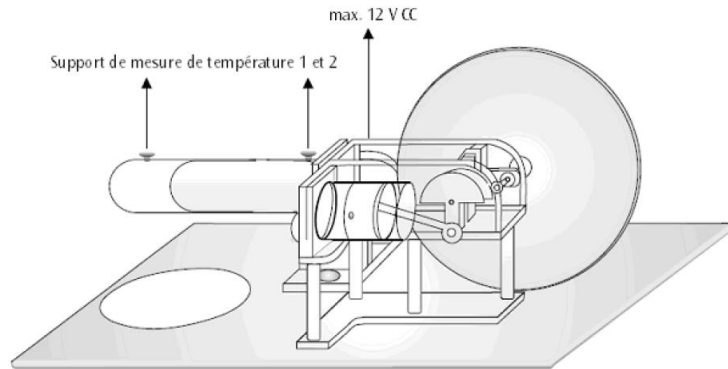

Figure 3 : Le moteur Stirling comme thermopompe ou machine frigorifique
- Placez les sondes de température dans les tubulures de mesure et branchez-les à un instrument de mesure (Thermomètre numérique ou capteur ExAO) (voir fig. 3).